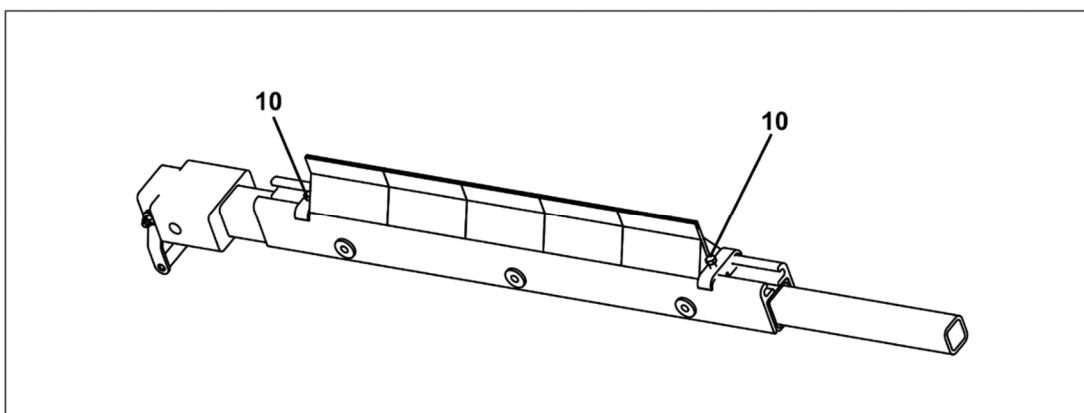

Рис. 33
10. Вставьте картридж за рукоятку (6, рис. 33) на раму (1, рис. 33).